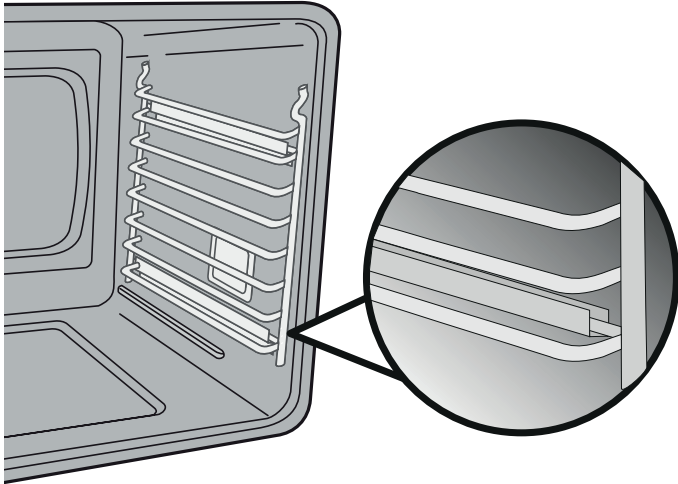

Figure 12 : Échelle de support des grilles
1. Placer l'échelle avec ses crochets vers le haut dans les supports situés sur les parois du four (voir la Figure 12).